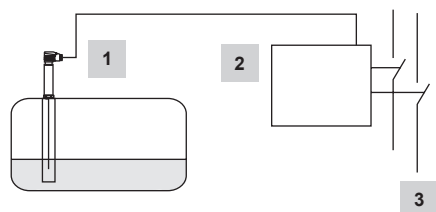

Fig. 8
- Fig. 8** Association de 2 sondes de niveau LP40 et de 1 limiteur de niveau LCS3050 en qualité de limiteur de niveau d'eau. Le limiteur de niveau ouvre deux circuits de sécurité séparés. Sécurité opérationnelle IEC 61508 SIL 3. Autres applications conformément aux réglementations nationales